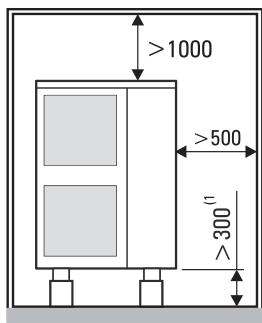

Figura 2-10 Spazio necessario per l'apparecchio esterno con protezione dal vento o copertura
- Ricoprire l'apparecchio esterno (figura 2-10).